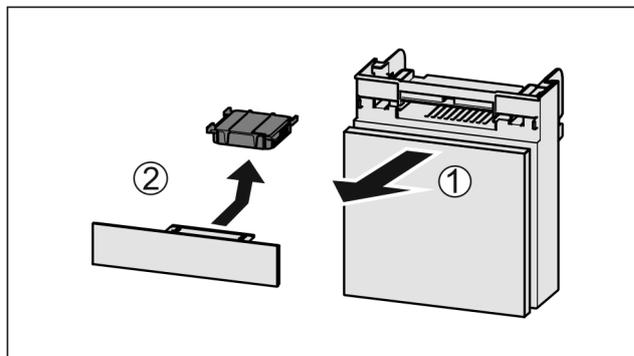

Fig. 172
- Estrarre il vano tirando in avanti Fig. 172 (1).
- Rimuovere il filtro a carboni attivi Fig. 172 (2).